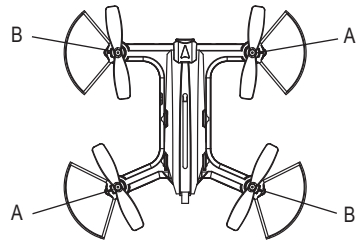

Bild 8
- Ihr Quadrocopter besitzt vier Rotoren, davon drehen sich zwei im Uhrzeigersinn (A) und zwei gegen den Uhrzeigersinn (B). Siehe Bild 8.
- Das Set in seiner Originalverpackung enthält vier Ersatz-Blätter, zwei von Bauart (A) und zwei von Bauart (B).